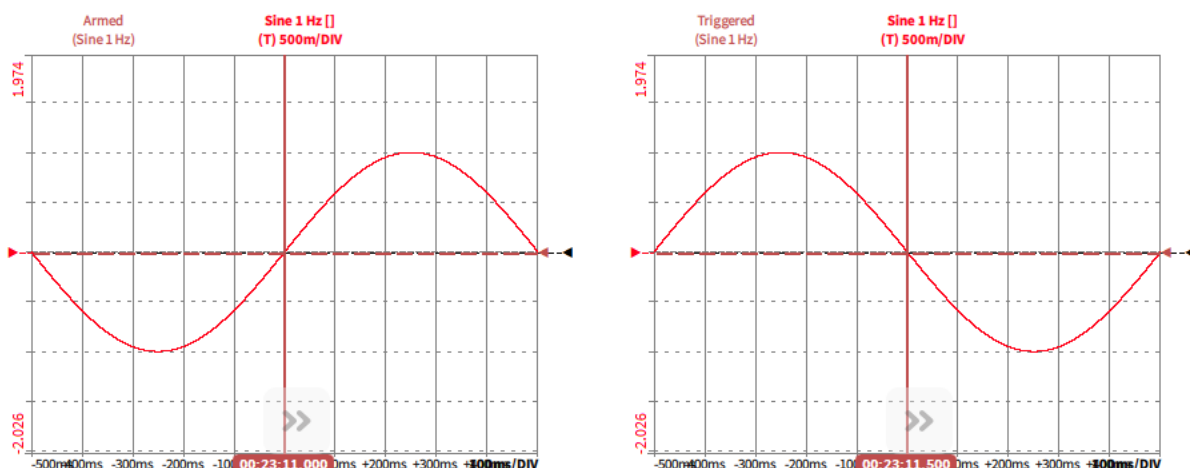

Abb. 8.36: Trigger auf die *steigende* (links) oder *fallende* (rechts) Flanke
- Es kann weiters eingestellt werden, ob auf die steigende oder fallende *Flanke* getriggert werden soll. Der Unterschied zwischen den zwei Modi ist in Abbildung Abb. 8.36 für eine 1 Hz Sinuskurve mit einer Amplitude von 1 gezeigt.